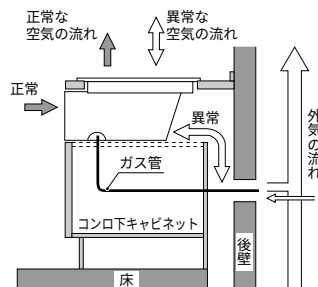
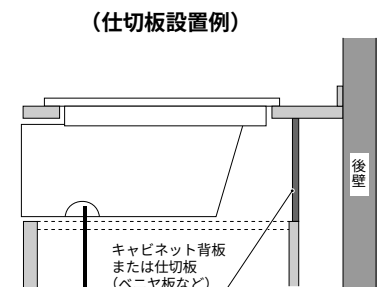

図1
図2
- ・ 右図のようにガス配管貫通部など建物構造上内気と外気がつながり、図1のような異常な空気の流れが起こるのでキャビネットに背板をもうけるか、図2のようにベニヤ板など（仕切板）により機器の後方をふさいでください。